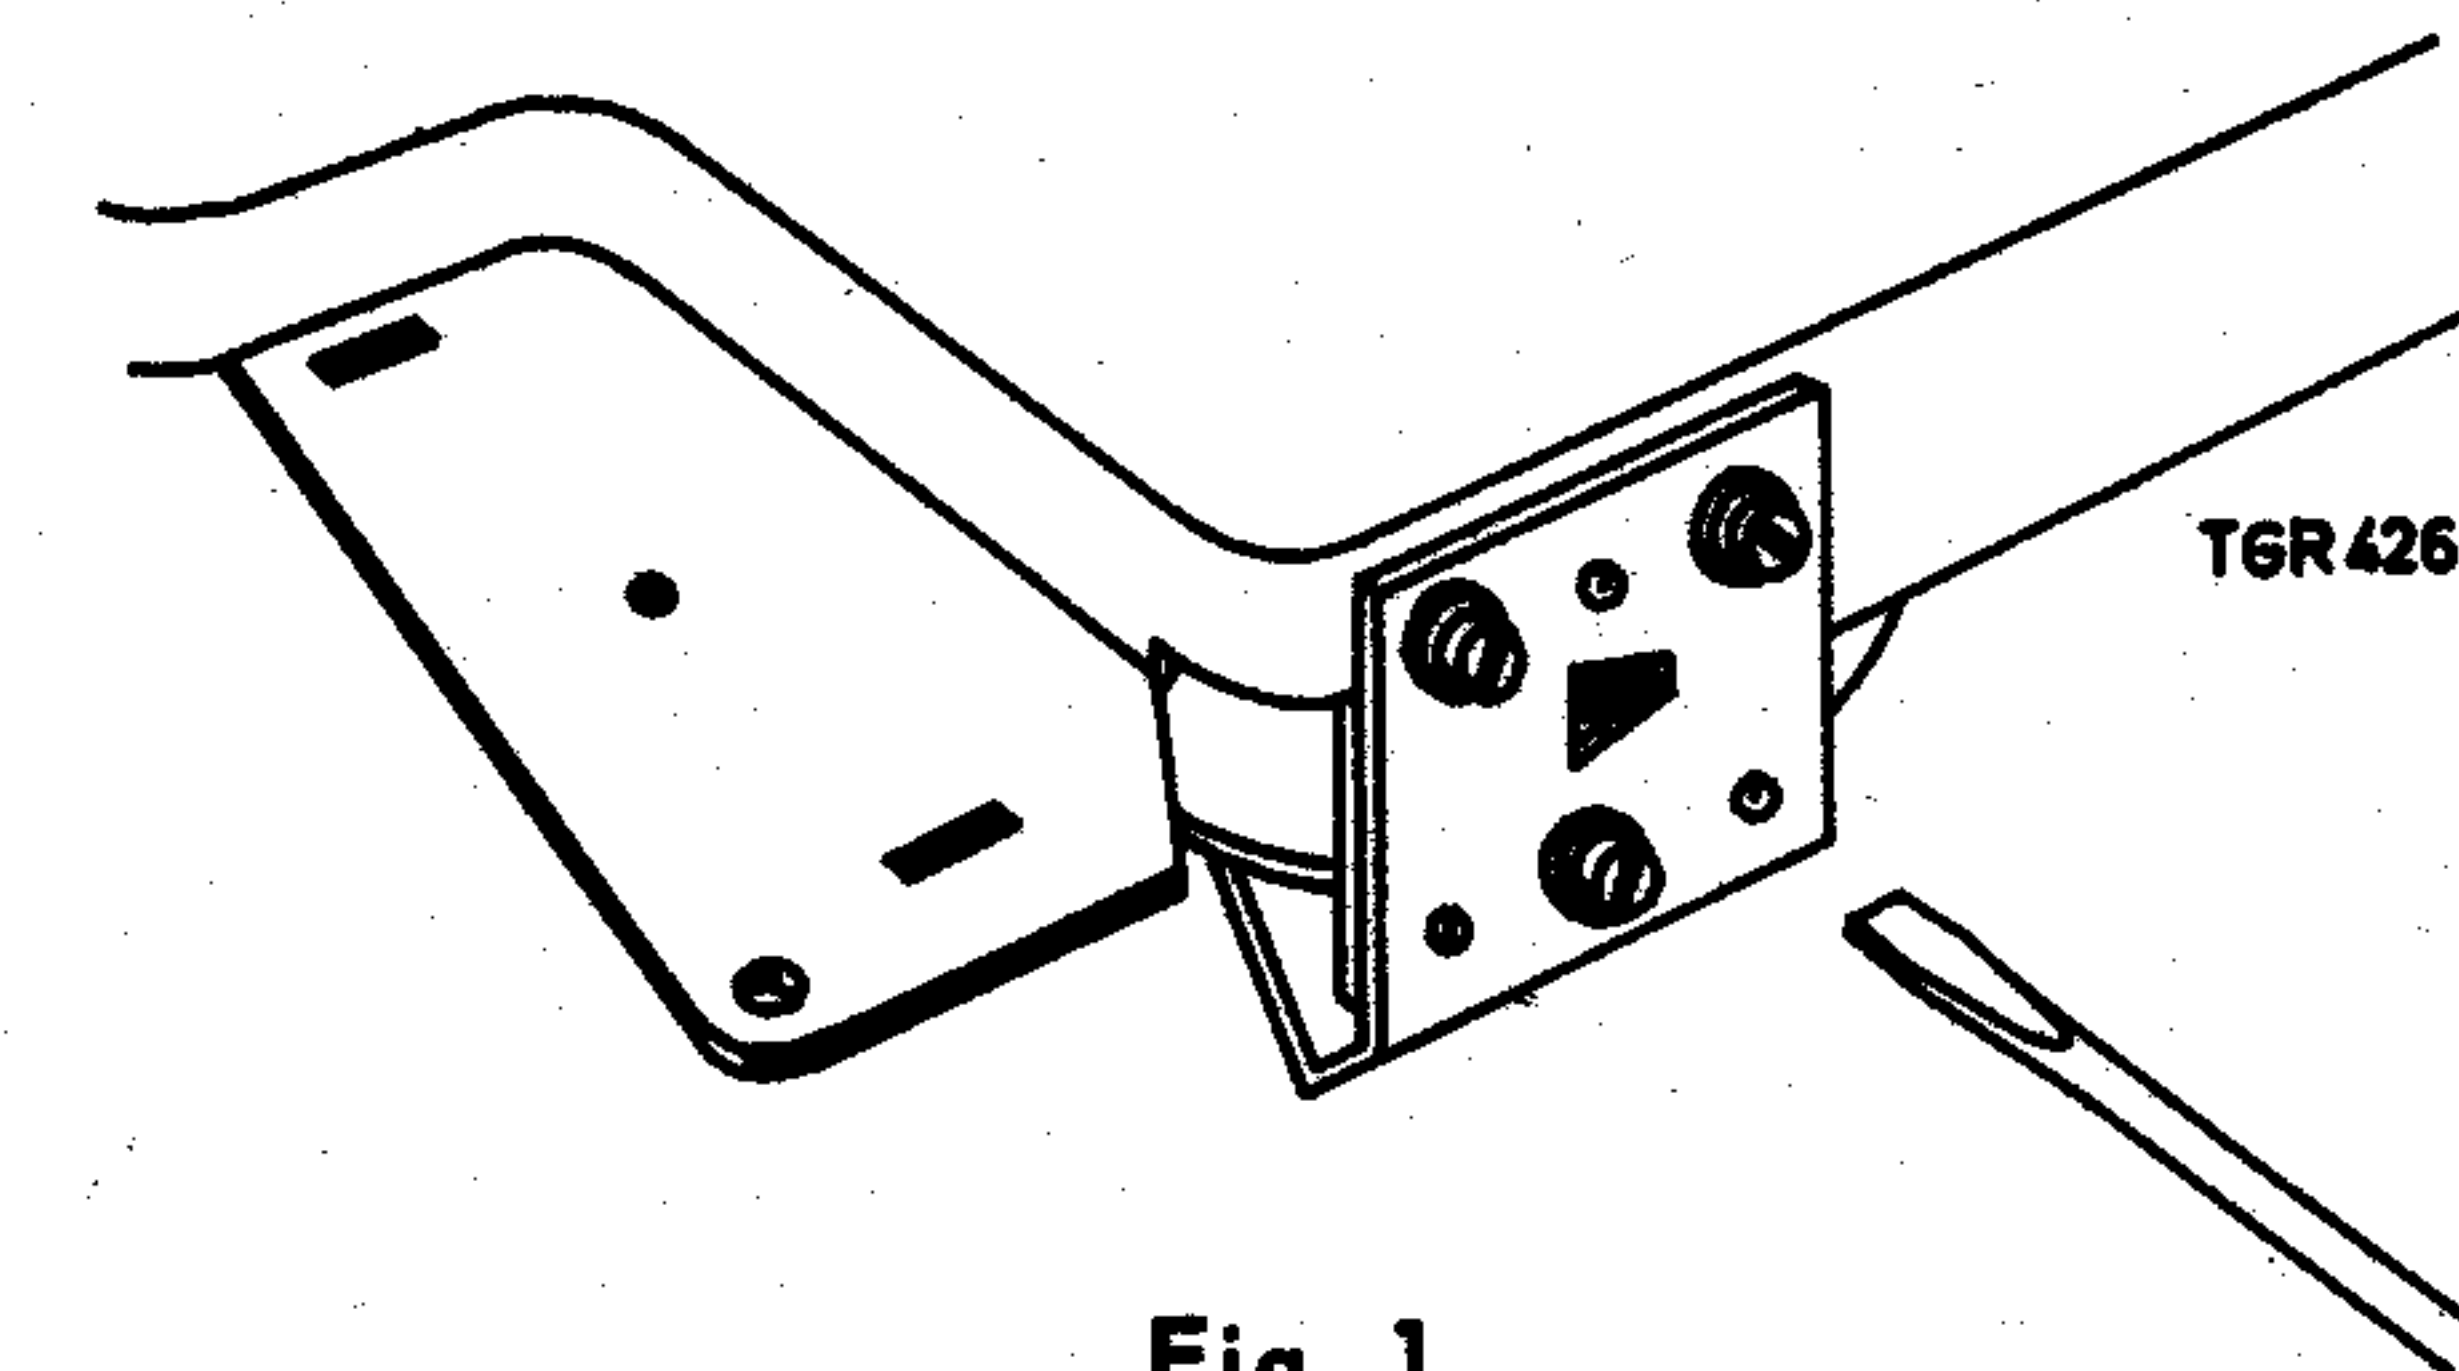

Fig. 1
Au remontage, lors de la fixation du palier inférieur du volant, il faut veiller à ce que la gorge de la poulie moteur soit rigoureusement en ligne avec la gorge du volant et celle de la poulie du galet d'entraînement du plateau droit (52). La hauteur du volant peut être réglée au moyen de l'équerre de palier (67) voir fig. 1.